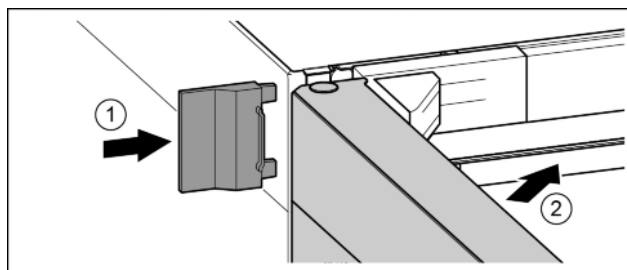

Fig. 25
- ▶ Inserire spingendo la copertura esterna. Fig. 25 (1)
- ▶ Chiudere la porta superiore. Fig. 25 (2)